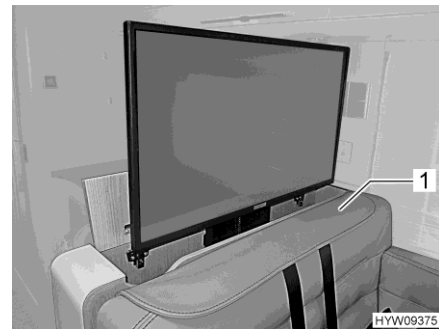

Fig. 102 Schermo piatto (estratto)
- Inserire la copertura fornita in dotazione (Fig. 102,1) nel vano dei poggiatesta.